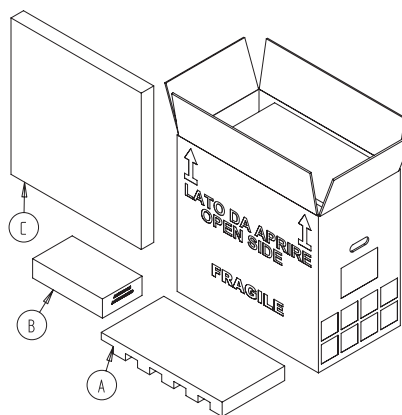

Fig. 2 - ESTUCS 600
Ouvrir la boîte (Fig.2) selon les symboles indiqués sur le carton, enlever le polystyrène de protection (A) et la boîte en carton avec les accessoires nécessaires pour le branchement de l'unité à l'installation (B).